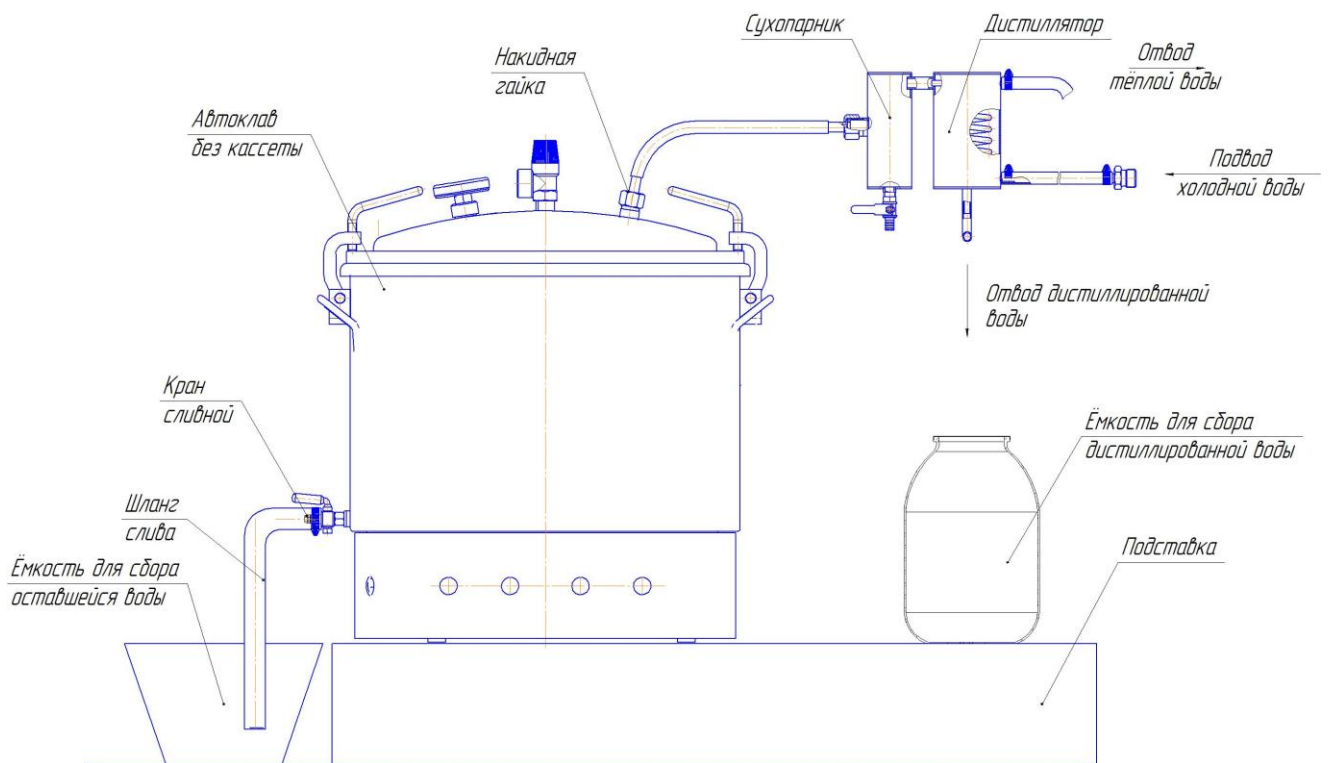

Рис. 4. Автоклав в сборе с дистиллятором
6.6. Собрать дистиллятор (рис. 4), предварительно удалив заглушку с прокладкой 17 (рис. 1). Проверить плотность соединения трубок и крышки автоклава.
6.11. При появлении пара из конца отводящей трубки открыть водопроводный кран и заполнить рубашку конденсатора водой до выхода её из сливной трубки (рис.4).
6.12. При появлении первых капель дистиллированной воды из отводящей трубки (рис.4) отрегулировать расход воды через конденсатор так, чтобы из отводящей трубки не выходил пар. Поддерживать постоянную температуру воды в корпусе автоклава с помощью выключения и включения ТЭНа.
6.13. При получении необходимого количества дистиллированной воды необходимо отключить автоклав кнопкой «СТОП» и дождаться прекращения процесса кипения в автоклаве. При этом перестает капать вода из отводящей трубки (рис.4).